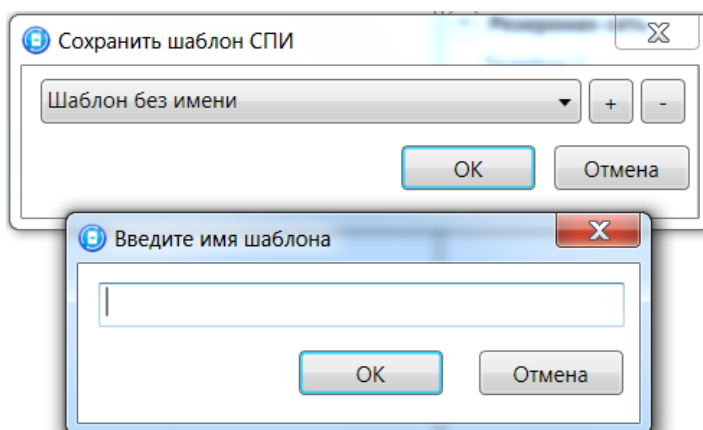

Рис. 12.3. Сохранение шаблона
**Сохранить шаблон настроек:** открытие окна *Сохранить шаблон СПИ* (Рис. 12.3), с помощью которого можно сохранить конфигурацию СПИ контроллера в качестве шаблона.